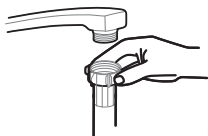

Fig. 2
2. Conecte o lado de 90° da mangueira de abastecimento de água no aparelho (Fig. 2) e o lado reto e com filtro em uma fonte de água.